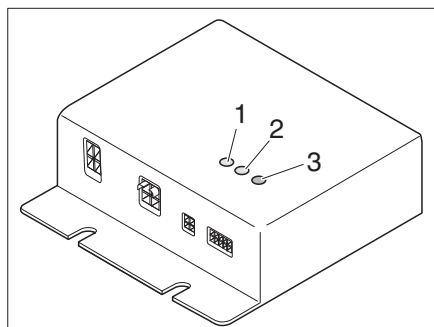

Fig. 104 Régulateur
Le régulateur (Figure 104) est monté dans la penderie. Les voyants de contrôle qui se trouvent sur le régulateur ont la signification suivante :
- La DEL de contrôle (Figure 104,1) CC1 s'allume en vert : le circuit de chauffage 1 est en service
- La DEL de contrôle (Figure 104,2) CC2 s'allume en vert : Le circuit de chauffage 2 est en service
- DEL de défaut (Figure 104,3)